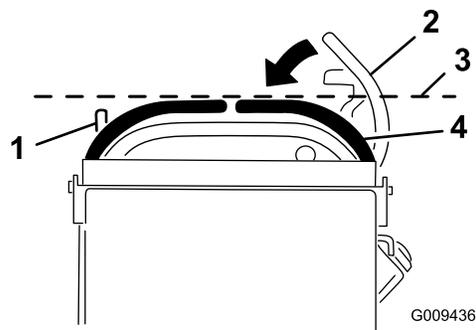

Figura 67
3. Spingete in giù la leva di controllo del movimento di destra per toglierla dalla posizione di BLOCCO IN FOLLE (Figura 67).
4. Controllate se la leva di controllo del movimento di destra è allineata orizzontalmente con la leva di controllo del movimento di sinistra (Figura 67).